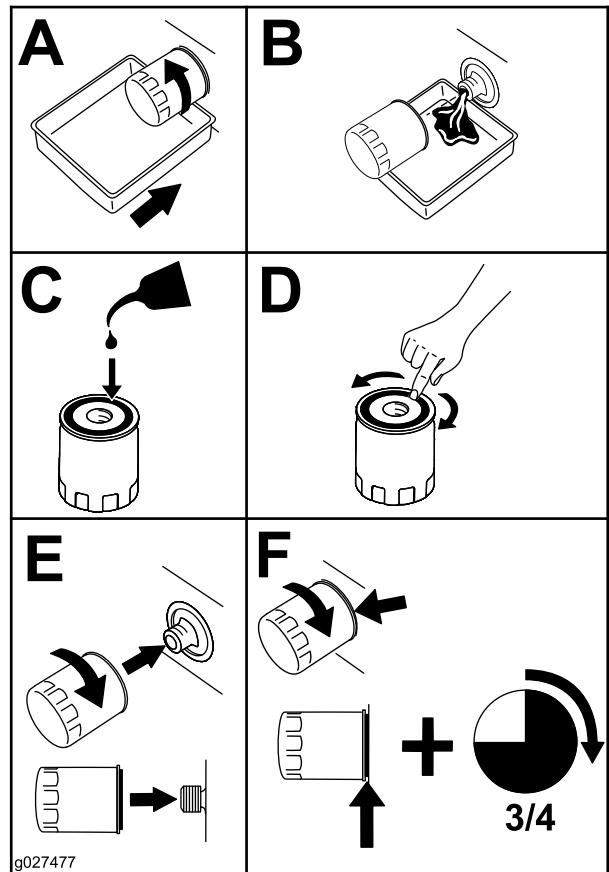

Figura 43
- Cambiate il filtro dell'olio del motore (Figura 43).